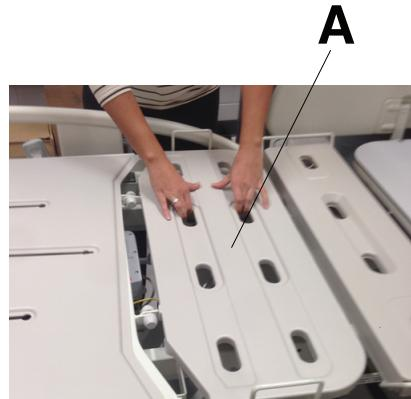

Figura 3 – Retirada de la cubierta del reposapiernas superior
1. Retire la cubierta del reposapiernas superior (A) (Figura 3).